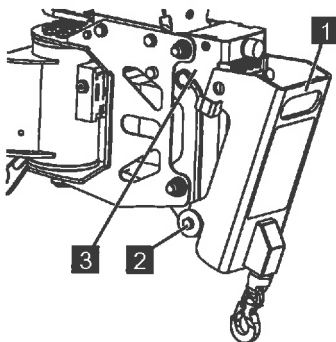

Abb. 148
2. Hebeeinrichtung (Abb.148/1) in die Halterung (Abb.148/2) einsetzen und in die Aufnahme (Abb.148/3) drücken.